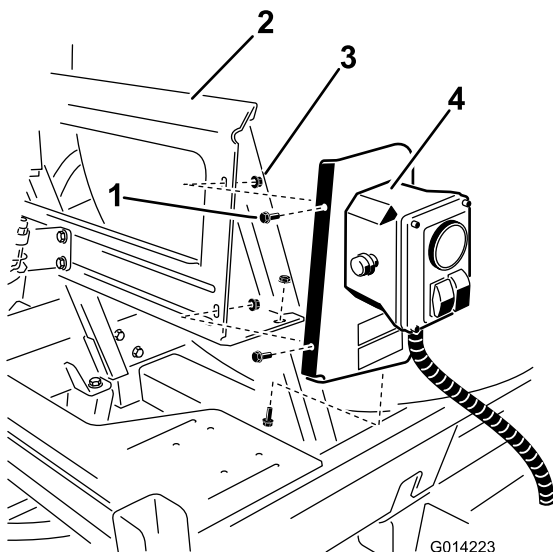

图6
2. 如图6所示, 用3个螺栓 (1/4 x 5/8 英寸) 和3个锁紧螺母 (1/4 英寸) 将总成安装到安装支架上。